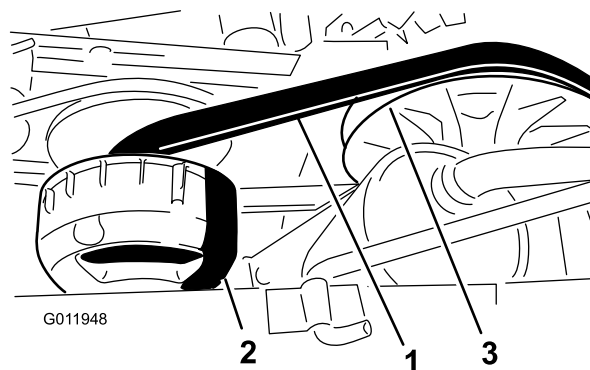

Figura 66
4. Fate girare la cinghia (Figura 66) ed ispezionatela per rilevarne eventuale segni di eccessiva usura o danni.
3. Girate la cinghia e fatela passare sulla frizione secondaria (Figura 66).
4. Rimuovete la cinghia dalla frizione primaria (Figura 66).
5. Allineate la nuova cinghia sopra la frizione primaria (Figura 66).
6. Girate la cinghia e fatela passare sulla frizione secondaria (Figura 66).